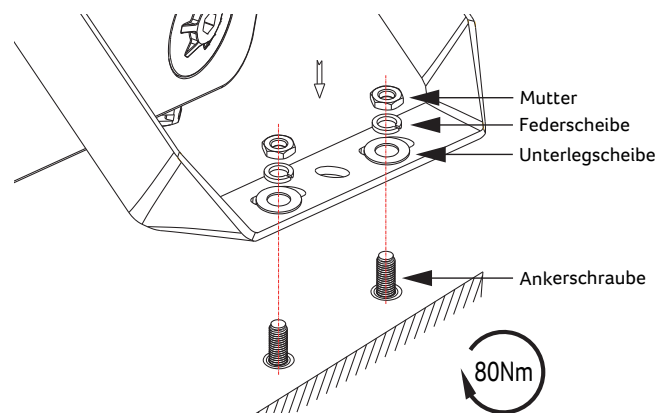

Abb. 5: Leuchte befestigen
3. Befestigen Sie die Leuchte (Abb. 5)